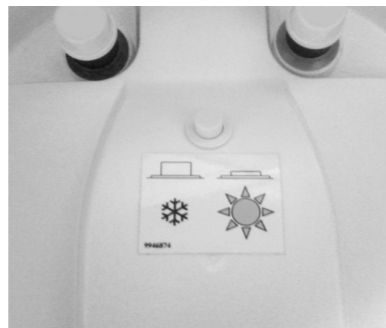

Рис. 7 Кнопка «Зима / Літо»
- натисніть кнопку на захисній кришці (рис. 7);
- відключить електроживлення ТЭНа, віджавши кнопку на захисній кришці (рис. 7);